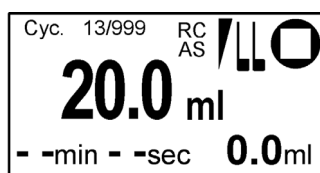

Fig. 47: Affichage principal
- ➔ L'affichage principal apparaît (voir Fig. 47)